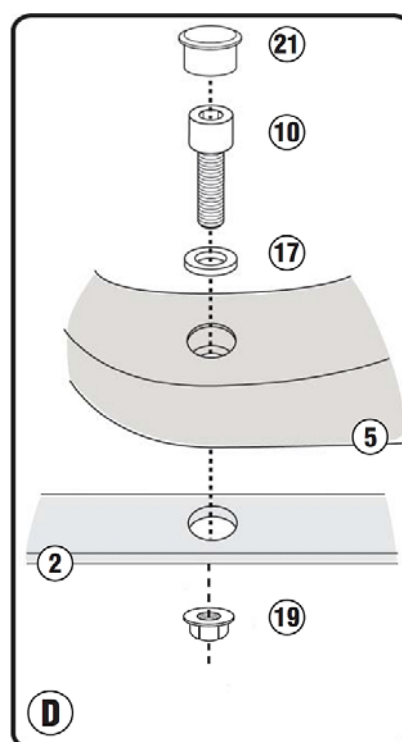

図 4
6. ⑩六角穴付きボルト（4 ヶ）と⑰平ワッシャ（4 ヶ）、⑲フランジ付きナイロンロックナット（4 ヶ）を使用して、手順 5 で組み付けた②サポート（左右）に⑤M5M モノロックベースを仮組みします。（図 4 参照）
（前ページの図4参照）